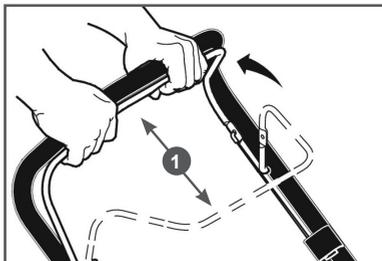

Рис. 17 Рычаг останков двигателя
*Перед запуском двигателя, несколько раз задействуйте рычаг останков двигателя 1 (Рис. 17). Проверьте, чтобы рычаг и трос останков двигателя работали должным образом.*